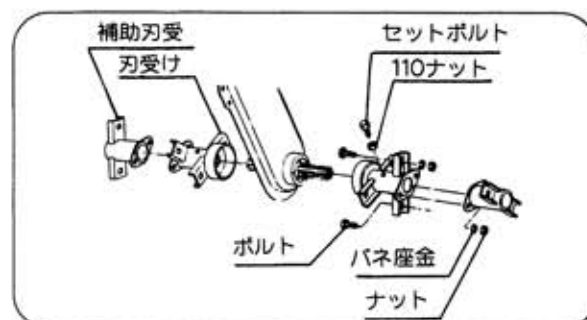

図9
- ② 刃受を取付けます。（図9）
- ③ 補助刃受を刃受にボルトで取付けます。